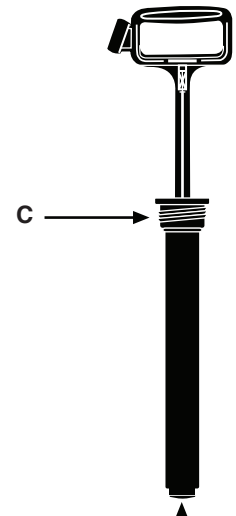

FIGURE 3
- Étape 4. Inspecter l'ensemble de pompe (figure 3)
- Il n'est pas possible de démonter une pompe avec un filetage supérieur (figure 3).